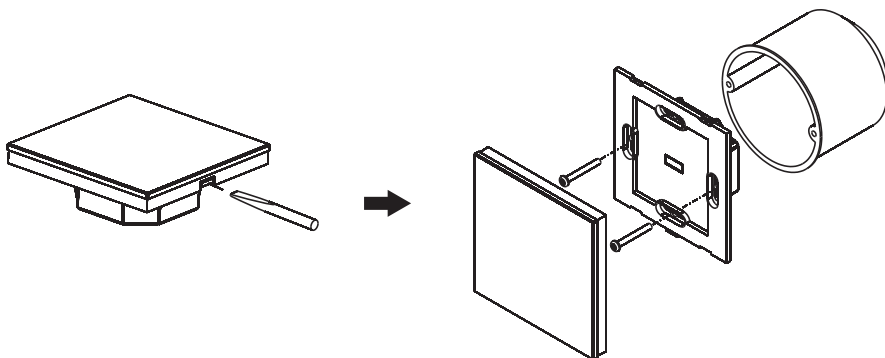

Рисунок 2. Установка панели.
- 3.8. Установите панель управления на место (см. Рисунок 2):